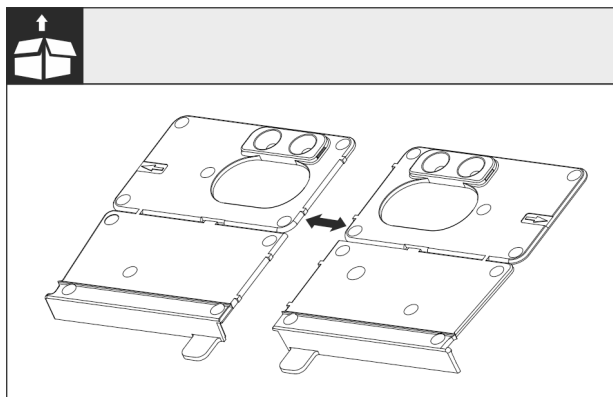

Fig. 27
- ▶ Válassza le a padló rögzítőelemét Fig. 27 () a perforációnál.